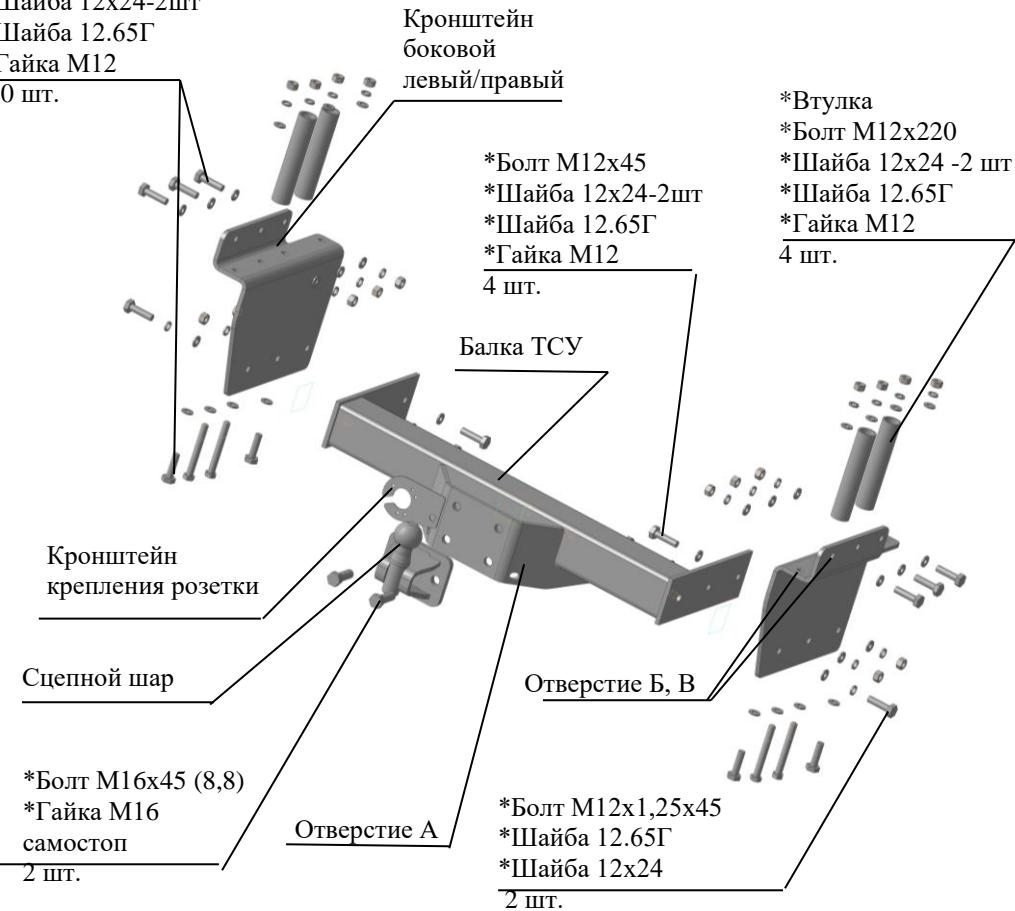

Рис.1 Тягово-сцепное устройство 9651.
2.1 ТСУ 9651 в сборе (рис.1)	1 шт.
2.2 Пакет с комплектующими (см. рис.1)	1 шт.
4.1 Совместить задние торцы боковых кронштейнов ТСУ (по ходу а/м) с задней поверхностью рамы а/м. Прижав боковые кронштейны к раме а/м, разметить и просверлить по 4 отверстия Ø13 и по 3 отверстия Ø13 в раме а/м справа и слева, используя отверстия "Б" и "В" в боковых кронштейнах как кондуктор. Закрепить боковые кронштейны ТСУ к боковым полкам рамы и к нижним полкам рамы, вставив внутрь рамы втулки, крепежом соответственно рис.1. Крепеж не затягивать.